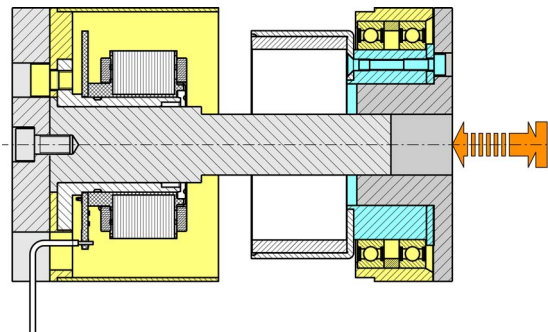

Abbildung 3-17 Stator und Rotor zusammenführen
- Seien Sie sich bewusst, dass sich während des Annäherns der beiden Teile Rotor und Stator gegenseitig plötzlich stark magnetisch anziehen werden. Halten Sie daher an der axial bewegten Seite permanent mit Kraft dagegen (→Abbildung 3-17).